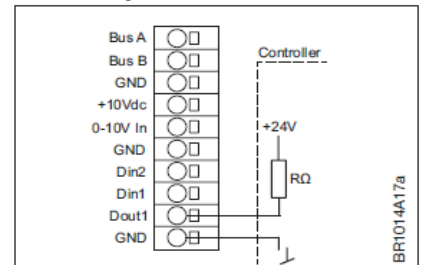

Abbildung 3-14.5
- Elektrischer Anschluss, siehe Abb. 3-14.5.